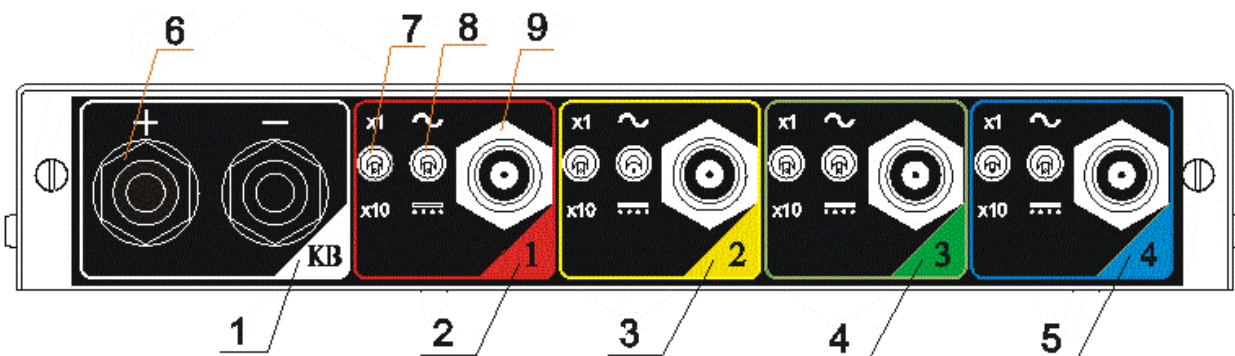

Рисунок 3.
- Поз. 2-5 – панели универсальных каналов №№ 1-4. Каждому разъему канала (Рис.3 поз.9) на модуле обработки соответствует цвет луча осциллографа, совпадающий с цветом панели. Данные каналы осциллографа являются универсальными и предназначены для просмотра любых сигналов в диапазоне технических характеристик осциллографа.
Тумблер $\times 1/\times 10$ (Рис.3 поз.7) изменяет диапазон входного напряжения 15/150В для красного и желтого каналов или 50В/500В для синего и зеленого. Тумблер $\sim/-$ (Рис.3 поз.8) изменяет тип входа канала – закрытый/открытый.